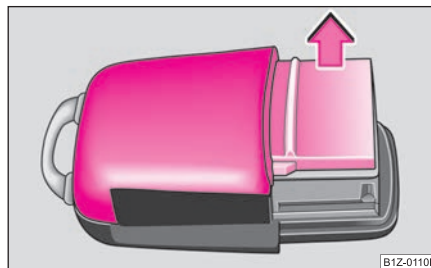

Fig. 24 Tapa de la carcasa del emisor
- Retire la tapa de la carcasa de la emisora ⇒ fig. 24 en la dirección de la flecha.